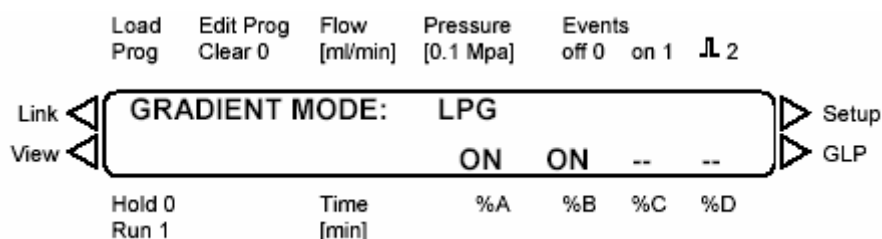

Рис. 3 Пример установки параметров градиента с растворителями A и B во всех программах
8. Вид дисплея должен соответствовать рис. 3.